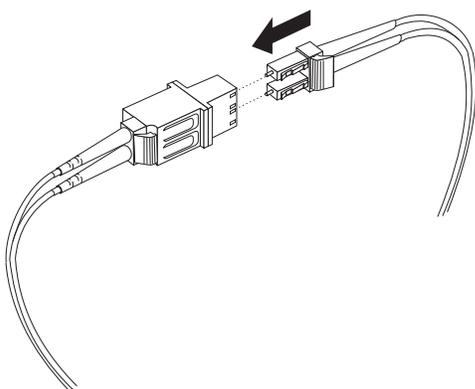

図 34. LC-SC ケーブル・アダプターへの LC-LC ケーブルの接続
4. 54 ページの図 34 に示されているように、LC-LC ケーブルのもう一方の端を、LC-SC ケーブル・アダプターの LC コネクター側の端に慎重に挿入します。正